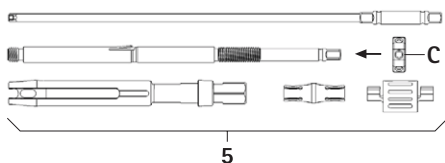

Рис. 10
- Накрутить зажимную гайку С на внутреннюю втулку, см. Рис. 10.